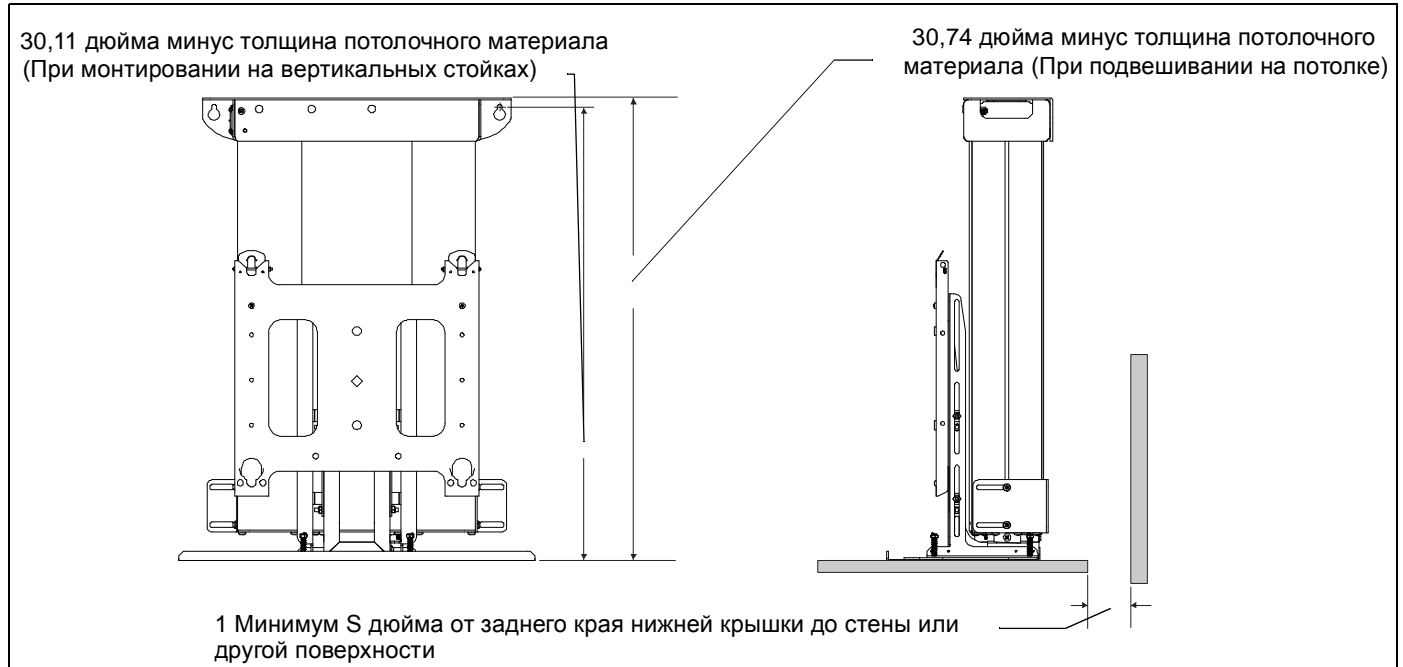
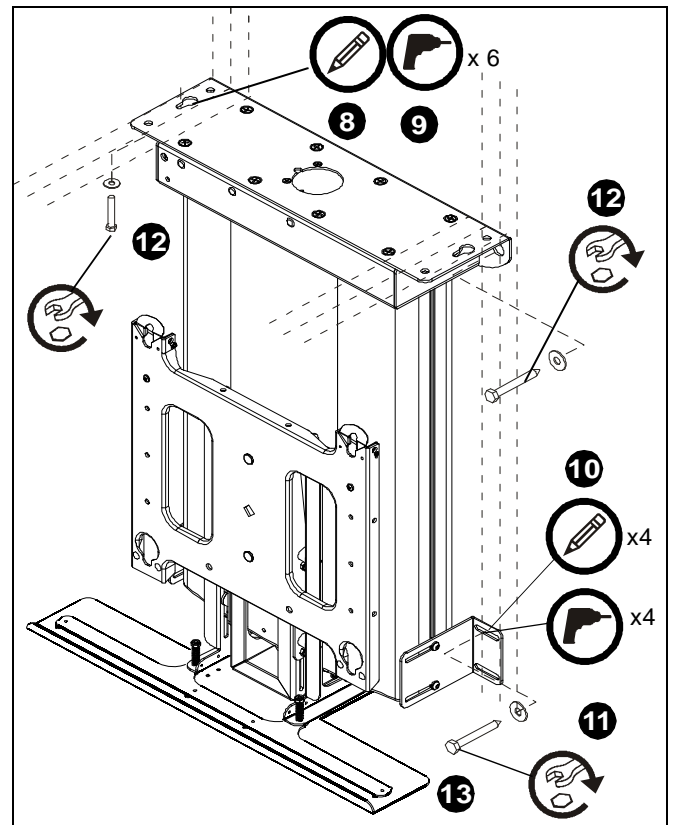

рис. 15
рис. 16
- Выровняйте положение кронштейна по вертикали и горизонтали. (см. рис. 15)
- Ослабьте четыре винта, закрепляющих боковые монтажные кронштейны на кронштейне, и отрегулируйте положение боковых монтажных кронштейнов, чтобы они были правильно расположены по отношению к стойкам. (см. рис. 16)
7. При использовании размеров, указанных на рис. 15, отметьте расположения монтажных отверстий опорной панели. (см. рис. 16)
9. Отметьте расположение четырех монтажных отверстий боковых кронштейнов (если используются). (см. рис. 16)
11. Закрепите опорную панель на структуре с использованием двух (при монтаже в стене) или шести (при монтаже на потолке) плоских шайб 5/16" и двух или шести болтов 5/16" x 2 1/2". (см. рис. 16)
12. Закрепите боковые кронштейны (если используются) на стойках с использованием четырех плоских шайб 5/16" и четырех болтов 5/16" x 2 1/2". (см. рис. 16)